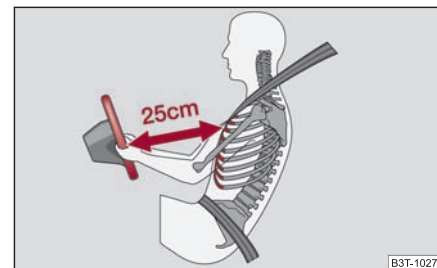

Fig. 4 La distancia correcta entre el conductor y el volante
- Ajuste el volante de tal modo, que la distancia entre el volante y el esternón sea, como mínimo, de 25 cm ⇒ **página 11, fig. 4**. Si no respeta la distancia mínima, el sistema de airbag no podrá protegerle - ¡Peligro de muerte!